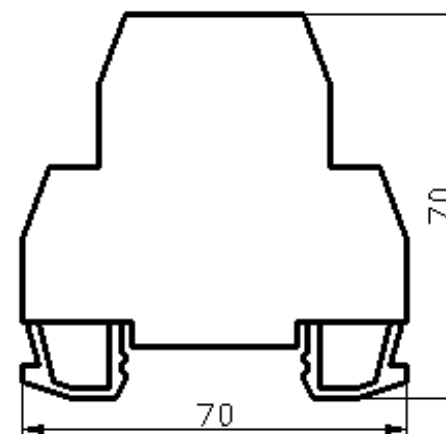

Рис. 3.2 Габаритные размеры преобразователя
3.1 Схема подключения преобразователя представлена на рисунке 3.1, габаритные размеры – на рис. 3.2.